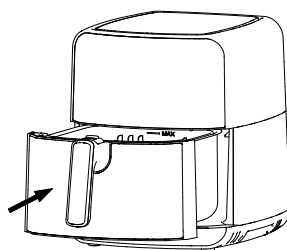

Fig.6
2. Saque con cuidado la bandeja de cocción de la freidora de aire caliente (Fig. 6)